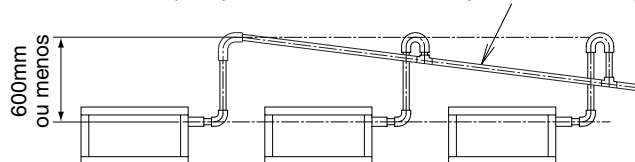

Fig. 10
(1) Instale a tubagem de drenagem.
- Mantenha o tubo de drenagem curto e inclinado para baixo, como uma inclinação mínima de 1/100, para impedir a formação de bolsas de ar. (Consulte a Fig. 10)
- Não torça nem dobre a mangueira de drenagem (2) para evitar a aplicação de força excessiva sobre a mesma. (Este tipo de tratamento poderá provocar fugas.)
- Se utilizar o tubo de drenagem central, siga o procedimento descrito na Fig. 10.
- (2) Depois de terminar os trabalhos de tubulação, verifique se a drenagem flui adequadamente conforme descrito abaixo.